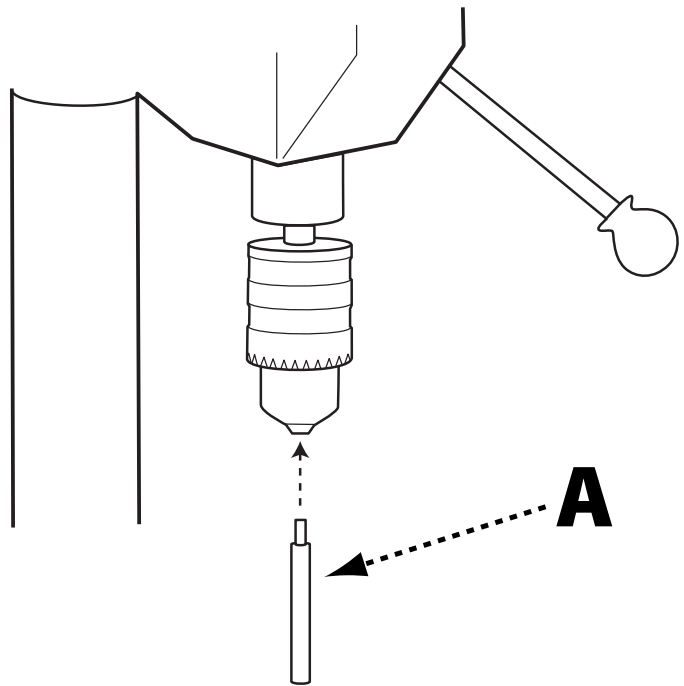

FIGURE 1
Insérez la petite extrémité de la goupille de positionnement du fourreau (A) dans le mandrin porte-foret et serrez le mandrin comme illustré dans la Figure 1.